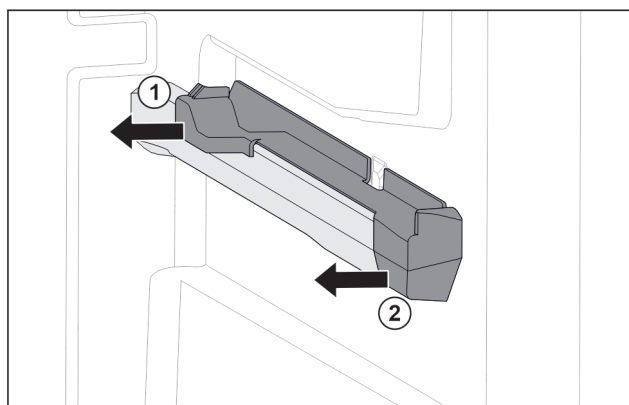

Fig. 122 Elemento inseribile sulla nervatura destra del contenitore
- Estrarre l'elemento inseribile dal lato posteriore di lato. Fig. 122 (1)
- Estrarre l'elemento inseribile dal lato anteriore di lato. Fig. 122 (2)